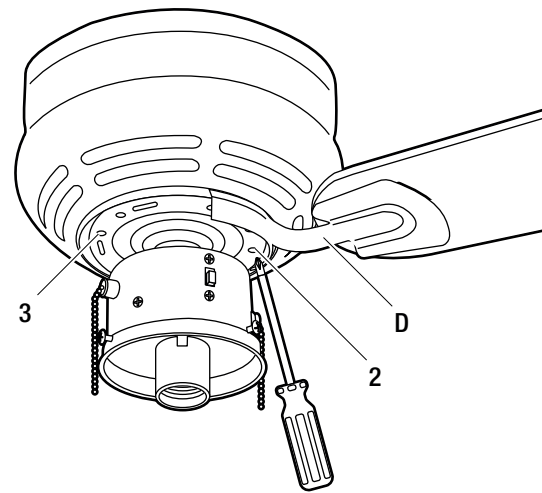

Figura 13
- Coloque el porta aspas (D) bajo el motor de modo que el poste de alineamiento en el porta aspas encaje dentro de la ranura (3) en el motor (Figura 13).
- Apriete los tornillos preinstalados del porta aspas (2).